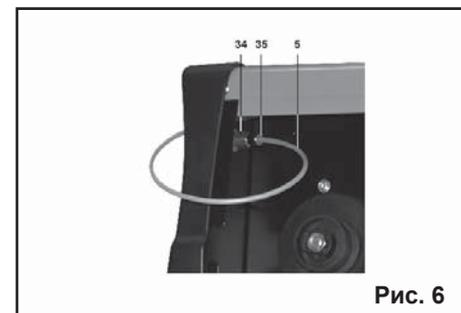

Рис. 6
**Полярность в режиме GAS - в среде инертного или активного газа.** При сварке сплошной сварочной проволокой полярность должна быть обратная — плюс на горелке, минус на изделии. Для изменения полярности необходимо скрутить гайки (31 и 32), поменять провода местами, установить шайбы и надёжно закрепить провода гайками (31 и 32), Рис.6.